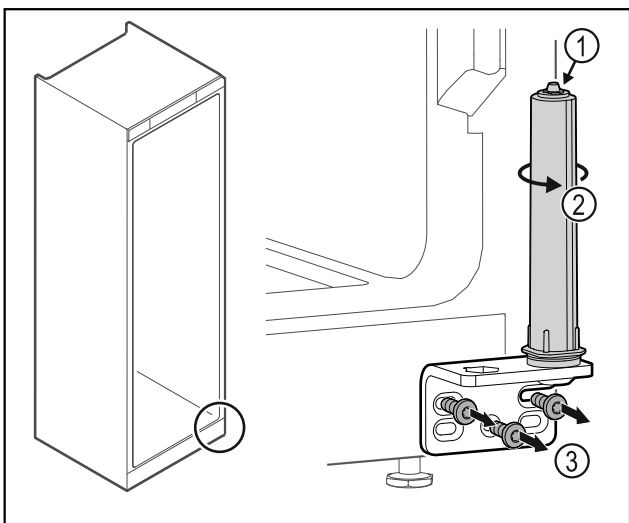

Fig. 31
- ▶ Не разбирайте систему закрытия двери Fig. 31 (1).
- ▶ Поворачивайте систему закрытия Fig. 31 (2) до щелчка.
- ▶ Отвинтите шарнирные уголки Fig. 31 (3).